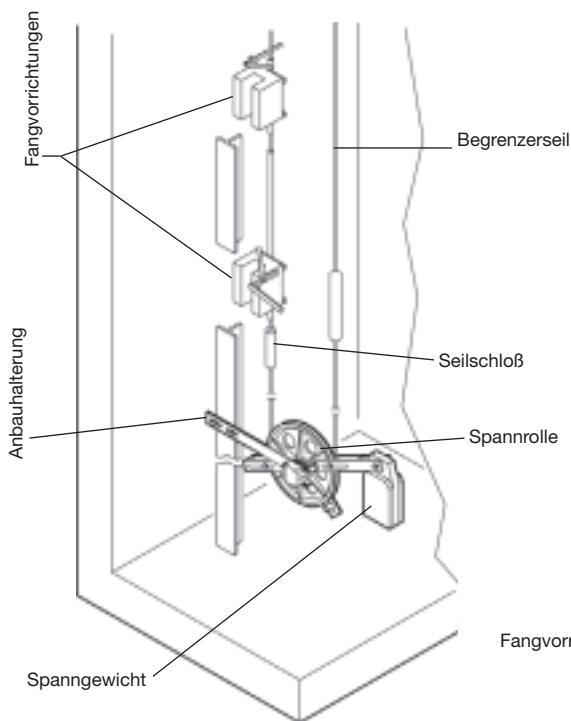

Abb. 1
- Das Spannungsgewicht darf auf keinen Fall Bodenkontakt haben (Abb. 1 und 2); anderenfalls, wird der Geschwindigkeitsbegrenzer außer Betrieb gesetzt.
- Erstes Seilende mit Seilschloß versehen (Abb. 1 und 2) und an Fangvorrichtung montieren.